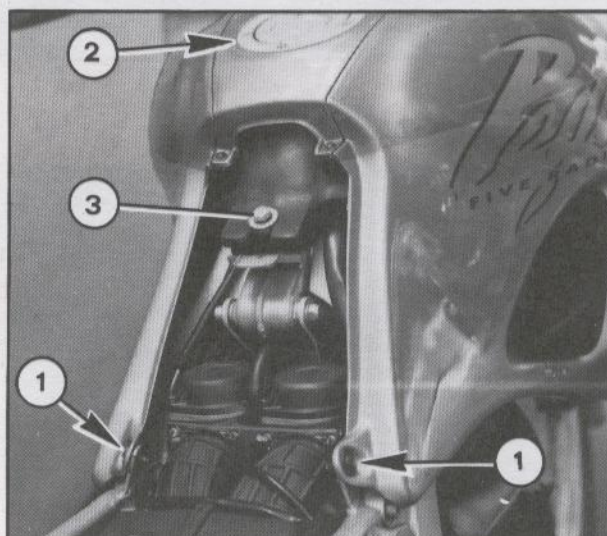

Fig. 11
- Svitare e togliere le due viti (1 Fig. 11).
- Svitare e togliere le cinque viti che fissano la ghiera di bloccaggio sul tappo carburante (2 Fig. 11).
- Svitare e togliere la vite (3 Fig. 11) che fissa il serbatoio al telaio.
- Unscrew and remove the two screws (1 Fig. 11).
- Unscrew and remove the five screws that anchor the locking ring nut to the fuel cap (2 Fig. 11).
- Unscrew and remove the screw (3 Fig. 11) that anchors the tank to the frame.